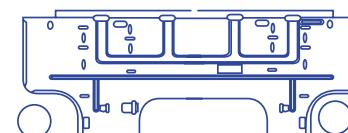

Рис. 9
2) Прикрепите монтажную пластину к стене, используя винты, входящие в комплект поставки (рис. 9). Убедитесь, что монтажная пластина надежно закреплена.